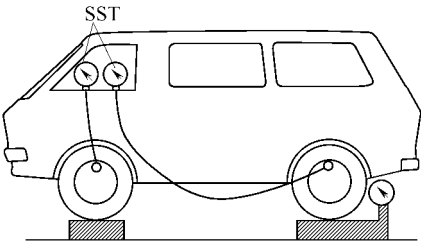

图 15-118 安装 LSPV 测试表并排除空气
(1) 安装 LSPV 测试表，并排除空气，如图 15-118 所示。